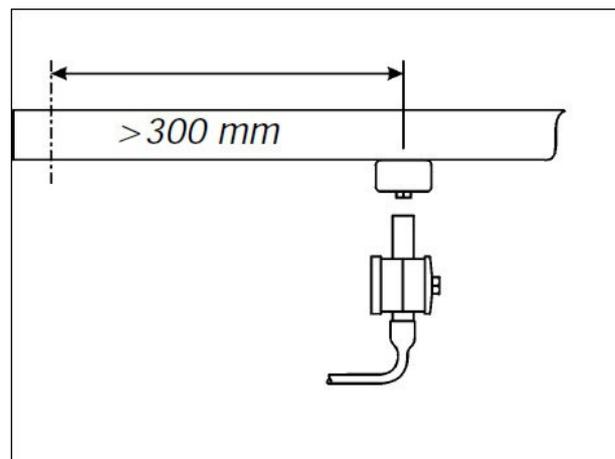

Abbildung 17: Mindest- Abstand vom Drehpunkt (300mm)
2. Der Sensor muss mindestens 300mm vom Drehpunkt des Hubarms entfernt angebracht werden (Abb.17)